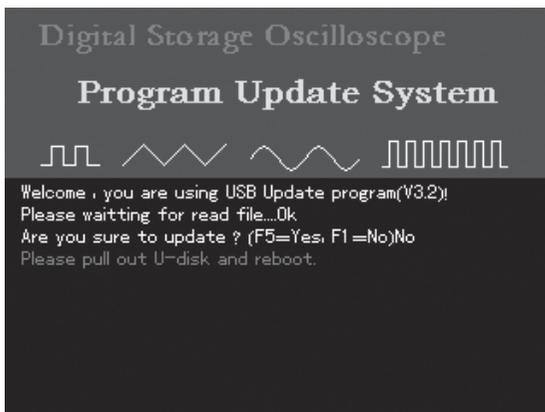

图6-15
10、在升级时，读取程序升级包信息，并判断正确后，想中止升级，根据升级引导界面提示，按[F1]，退出升级系统，将出现图6-15所示，提示“用户中止程序升级，请拔掉U盘，重启示波器”。